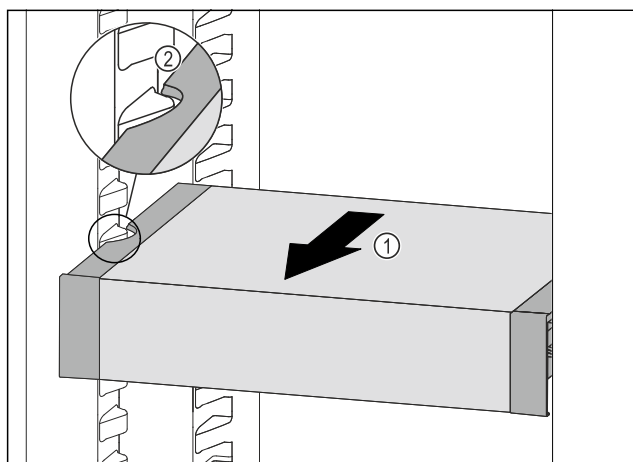

Fig. 119
- VarioSafe nach vorne ziehen Fig. 119 (1), bis sich die seitlichen Aussparungen des VarioSafes auf Höhe der Behälterrippe im Kühlteil befinden. Fig. 119 (2)